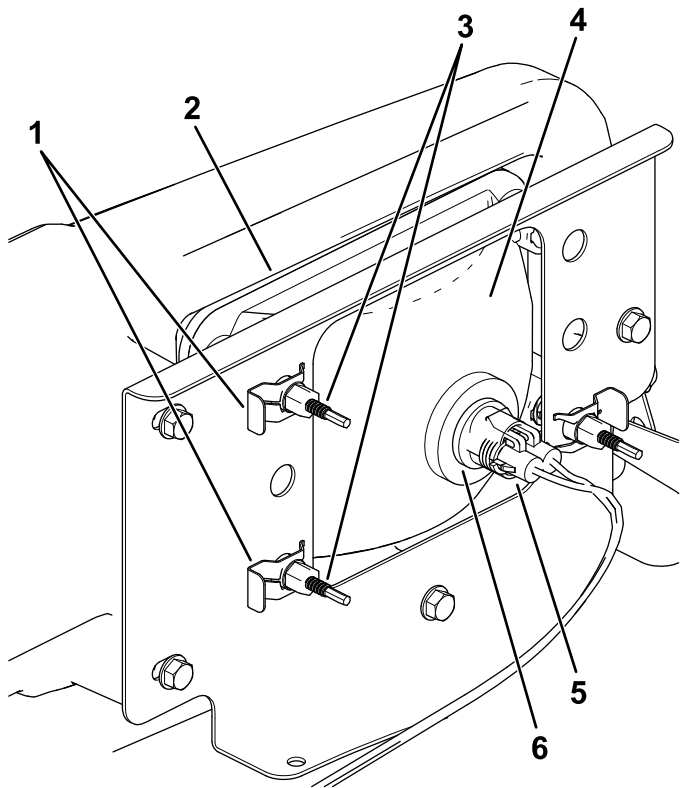

Figura 53
3. Desconecte el conector eléctrico del arnés de cables del conector del conjunto de la lámpara (Figura 53).
4. Retire los conectores rápidos que sujetan el faro al soporte del faro (Figura 53).
5. Retire el faro desplazándolo hacia adelante y pasándolo por el hueco del parachoques delantero (Figura 53).
6. Introduzca el faro nuevo a través del hueco del parachoques (Figura 53).
8. Conecte el conector eléctrico del arnés de cables al conector del conjunto de la lámpara (Figura 53).
5. En la parte trasera del faro, gire los tornillos de ajuste (Figura 53) para pivotar el conjunto y ajustar de la posición del haz de luz.